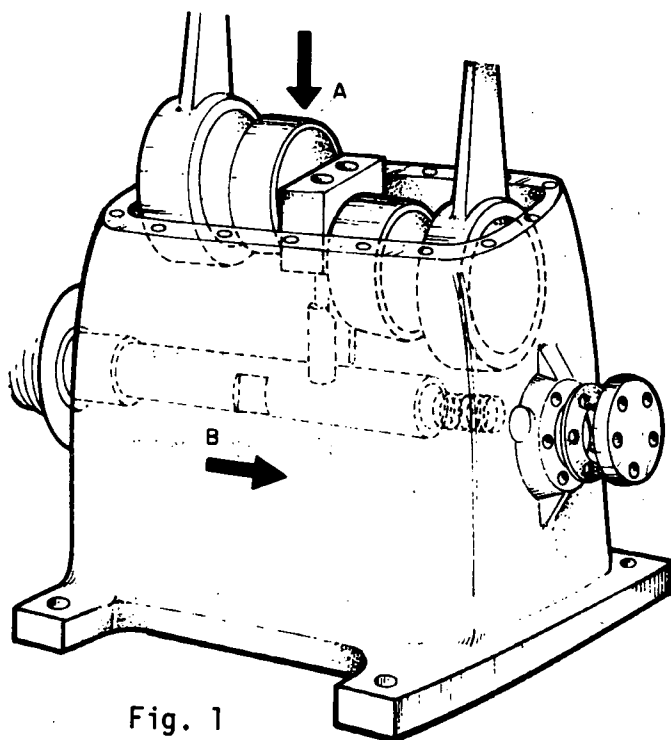

Fig. 1
- a Coloque as bielas em posição correta no excêntrico (fig. 1).
- b Coloque o excêntrico e as bielas no interior do cárter (fig. 1-A).
- c Introduza a árvore no excêntrico, até o limite (fig. 1-B).